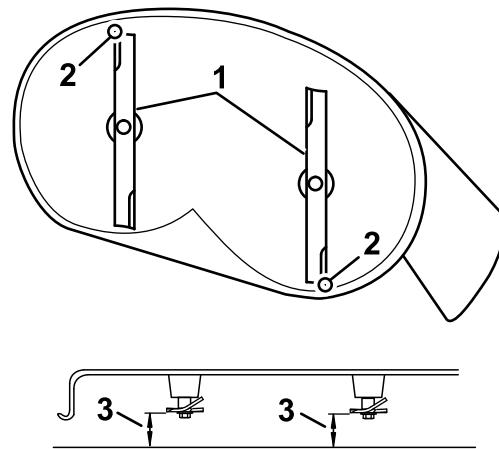

Figura 67
4. Girate con cautela le lame in modo che siano disposte longitudinalmente (Figura 67).
5. Misurate il valore dalla punta della lama anteriore e dalla punta della lama posteriore alla superficie piana (Figura 67).